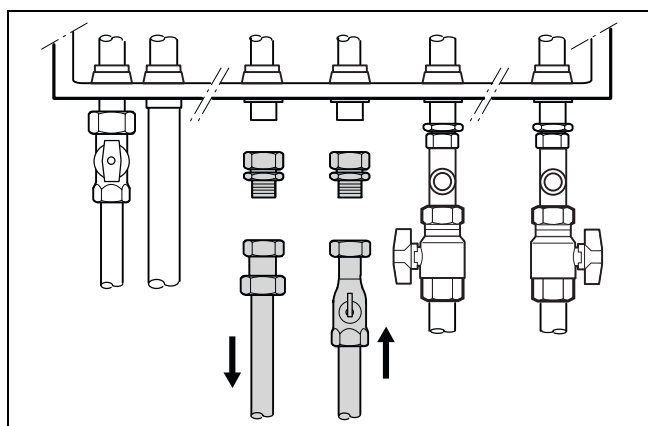

Fig. 6 Collegamento dell'acqua calda nella caldaia Logamax plus GB112-24T25 / 29T25
- Allacciare le tubazioni senza esercitare alcuna tensione (fig. 6).